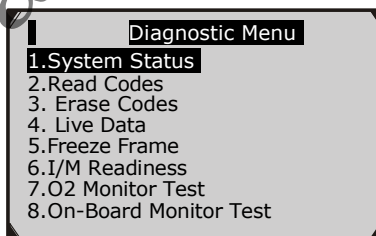

Рисунок 6.3
- 7) Изучите краткую информацию о состоянии системы (состояние ЛН, счетчик ДКО, состояние устройств контроля) на экране. (рисунок 6.1) Нажмите **ОК** для открытия экрана **Diagnostic Menu** (Меню диагностики) (рисунок 6.3).
- 1) Используйте кнопки прокрутки **ВВЕРХ/ВНИЗ** для выбора пункта **Read Codes** на экране **Diagnostic Menu** (Меню диагностики) и нажмите **OK**. (Рисунок 6.3)
- 1) Используйте кнопки прокрутки **ВВЕРХ/ВНИЗ** для выбора пункта **Erase Codes** (Стереть коды) на экране **Diagnostic Menu** и нажмите **ОК**. (Рисунок 6.3)
- 1) Для просмотра реальных данных используйте кнопки прокрутки **ВВЕРХ/ВНИЗ** для выбора пункта **Live Data** на экране **Diagnostic Menu** и нажмите **ОК**. (Рисунок 6.3)